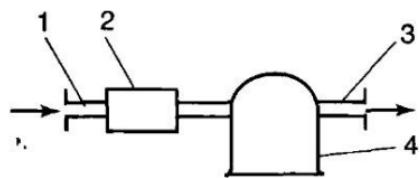

Рис. 104. Фильтр-осушитель на всасывающем трубопроводе:
1.3.2. На всасывающем трубопроводе перед компрессором устанавливают фильтр-осушитель (рис. 104). В агрегатах холодопроизводительностью более 4 кВт хладагент предварительно отсасывают со стороны низкого давления.